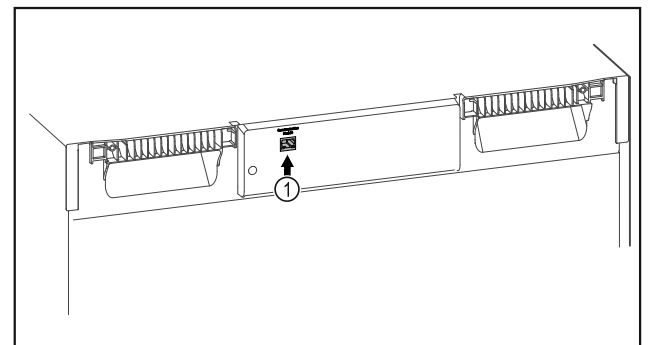

Fig. 150
- ❑ SmartModule Fig. 150 (1) ir ievietots.